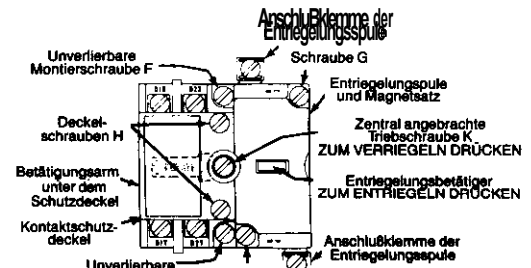

ABBILDUNG 3
- 5.5 Durch Drucken auf den Entriegelungsbetätiger wird de, entriegelte Zustand sichergestellt. Abbildung 3.
- 7.1 Unverlierbare Schrauben G lockern und Bausatz entfernen. Abbildung 3.